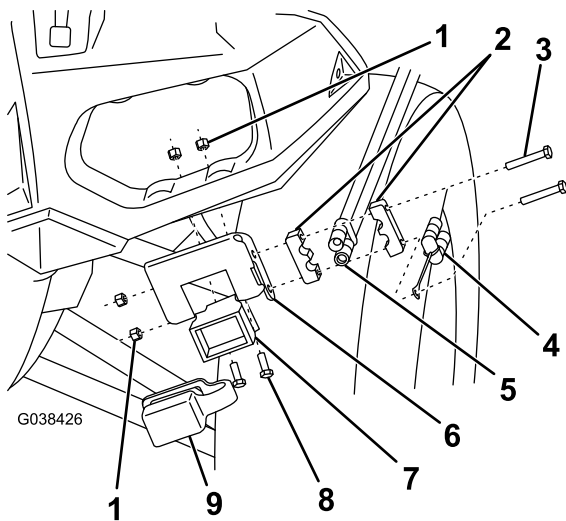

Bild 6
2. Befestigen Sie fahrzeugseitigen Kabelbaumanschluss des Schneeschilds mittels der Befestigungshalterung für den Steuerkabelbaum und zwei Kopfschrauben und Sicherungsmuttern an linken Seite der Stoßstange (Bild 6).
3. Befestigen Sie den Strom- bzw. Erdungsanschluss an der Befestigungshalterung des Steuerkabelbaums (Bild 6).